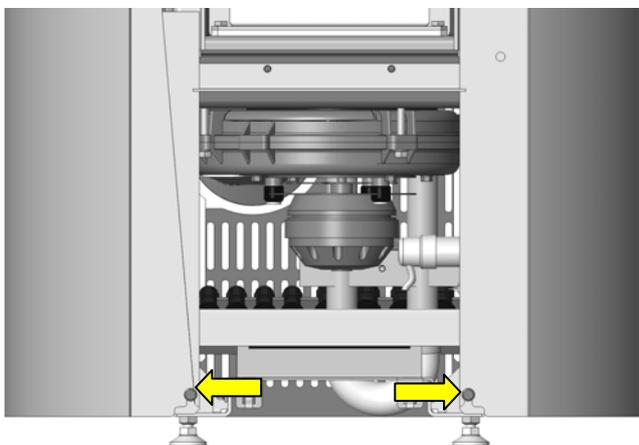

Fig. 29 : desserrer les vis inférieures
6. Desserrer les vis inférieures sans les retirer (Fig. 29).